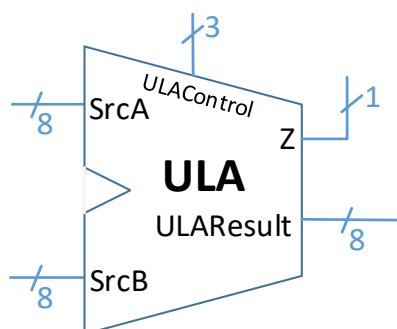

Figura 1 – Módulo ULA.
1. Faça a descrição de hardware de um módulo, denominado ULA, que realize 5 operações lógicas/aritméticas conforme a Tabela 1. As entradas e saídas do módulo são ilustradas na Figura 1.